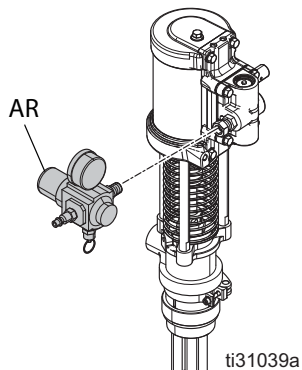

Рис. 5
1. Подключите регулятор давления воздуха (AR), входящий в комплект поставки, к вертлюгу на коллекторе пневматического двигателя. См. Рис. 5.